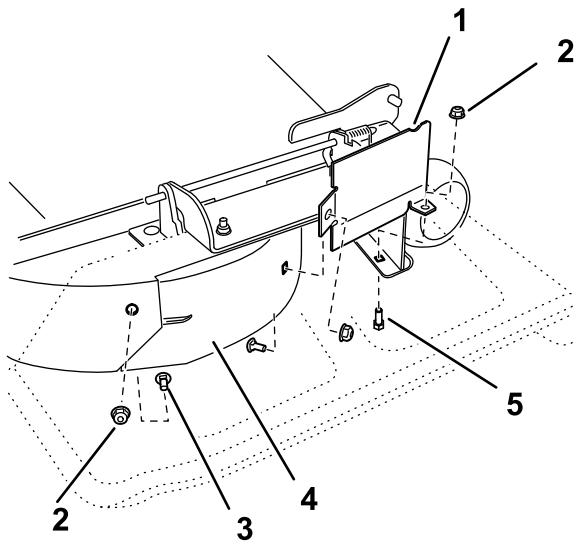

Figura 4
2. Instale el protector del deflector con un perno (5/16" x 3/4"), 1 perno de cuello cuadrado (5/16" x 3/4") y 2 tuercas (5/16"), como se muestra en la Figura 4. Apriete las fijaciones a mano.
- Sujete el tabique trasero del deflector derecho a la carcasa de corte con 1 perno de cuello cuadrado (5/16" x 3/4") y una tuerca (5/16"), como se muestra en la Figura 4.